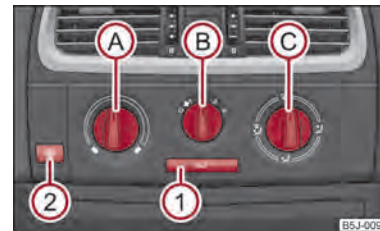

Abb. 78 Heizung: Bedienelemente
Die Luftzufuhr für die einzelnen Düsen stellen Sie mit dem Luftverteilungsregler ein ⇒ Abb. 78. Die Luftaustrittsdüsen 3 und 4 können einzeln geschlossen und geöffnet werden.
- Drehen Sie den Drehregler ⇒ Abb. 78 nach rechts, um die Temperatur zu erhöhen.
- Bedienelemente **A**, **B**, **C** und die Taste **1** ⇒ Abb. 78.
- Drücken Sie die Taste **1** ⇒ Abb. 78, in der Taste leuchtet die Kontrollleuchte auf.
Wenn der Luftverteilungsregler **C** in der Position **1** ⇒ Abb. 78 steht, wird der Umluftbetrieb automatisch ausgeschaltet. Durch wiederholtes Drücken der Taste **1** können Sie auch in dieser Stellung den Umluftbetrieb wieder einschalten.